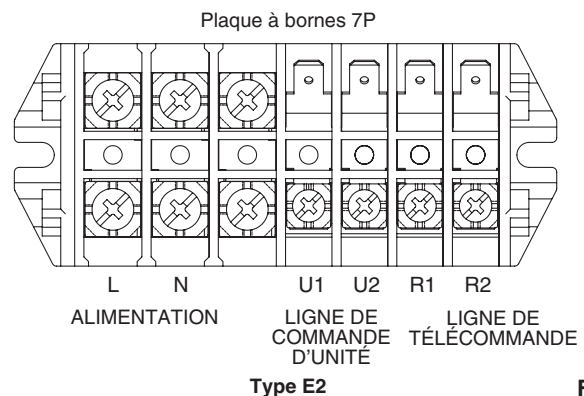

Fig. 4-2
- (1) Reportez-vous à la section 4-2. « Longueur et diamètre de fil recommandés pour le système d'alimentation » pour l'explication de « B », « C » et « D » sur le schéma ci-dessus.
- (2) Le schéma de connexion de base de l'unité intérieure montre la plaque à bornes, toutefois les plaques à bornes de votre équipement peuvent différer du diagramme. (Fig. 4-2)
- (3) L'adresse du circuit réfrigérant (R.C.) doit être fixée avant la mise sous tension.
- (4) Pour le paramétrage de l'adresse R.C, voir les instructions d'installation livrées avec l'unité extérieure. Le paramétrage de l'adressage automatique peut être exécuté via la télécommande. Voir les instructions d'installation livrées avec la télécommande (en option).